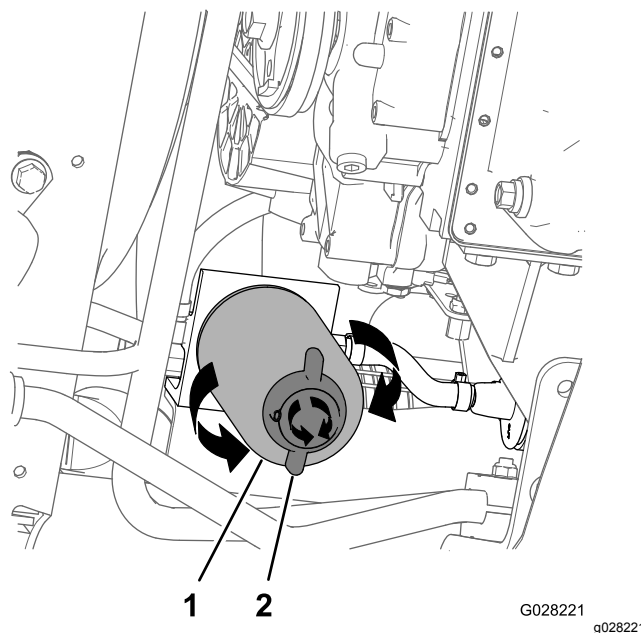

Figura 75
4. Allineate una bacinella di spurgo sotto il filtro del carburante; fate riferimento a Figura 75 nella sezione Sostituzione del filtro del separatore di condensa \(pagina 62\).
2. Posizionate una bacinella di spurgo sotto il filtro del separatore di condensa (Figura 75).
3. Ruotate la valvola di spurgo nella parte inferiore del filtro del separatore di condensa in senso antiorario (Figura 75).
4. Pulite l'area attorno al filtro del separatore di condensa e il supporto dell'adattatore del filtro (Figura 75).
5. Rimuovete il filtro del separatore di condensa (Figura 75).
9. Assicuratevi che la valvola di spurgo nella parte inferiore del filtro del separatore di condensa sia ruotata saldamente in senso orario (Figura 75).